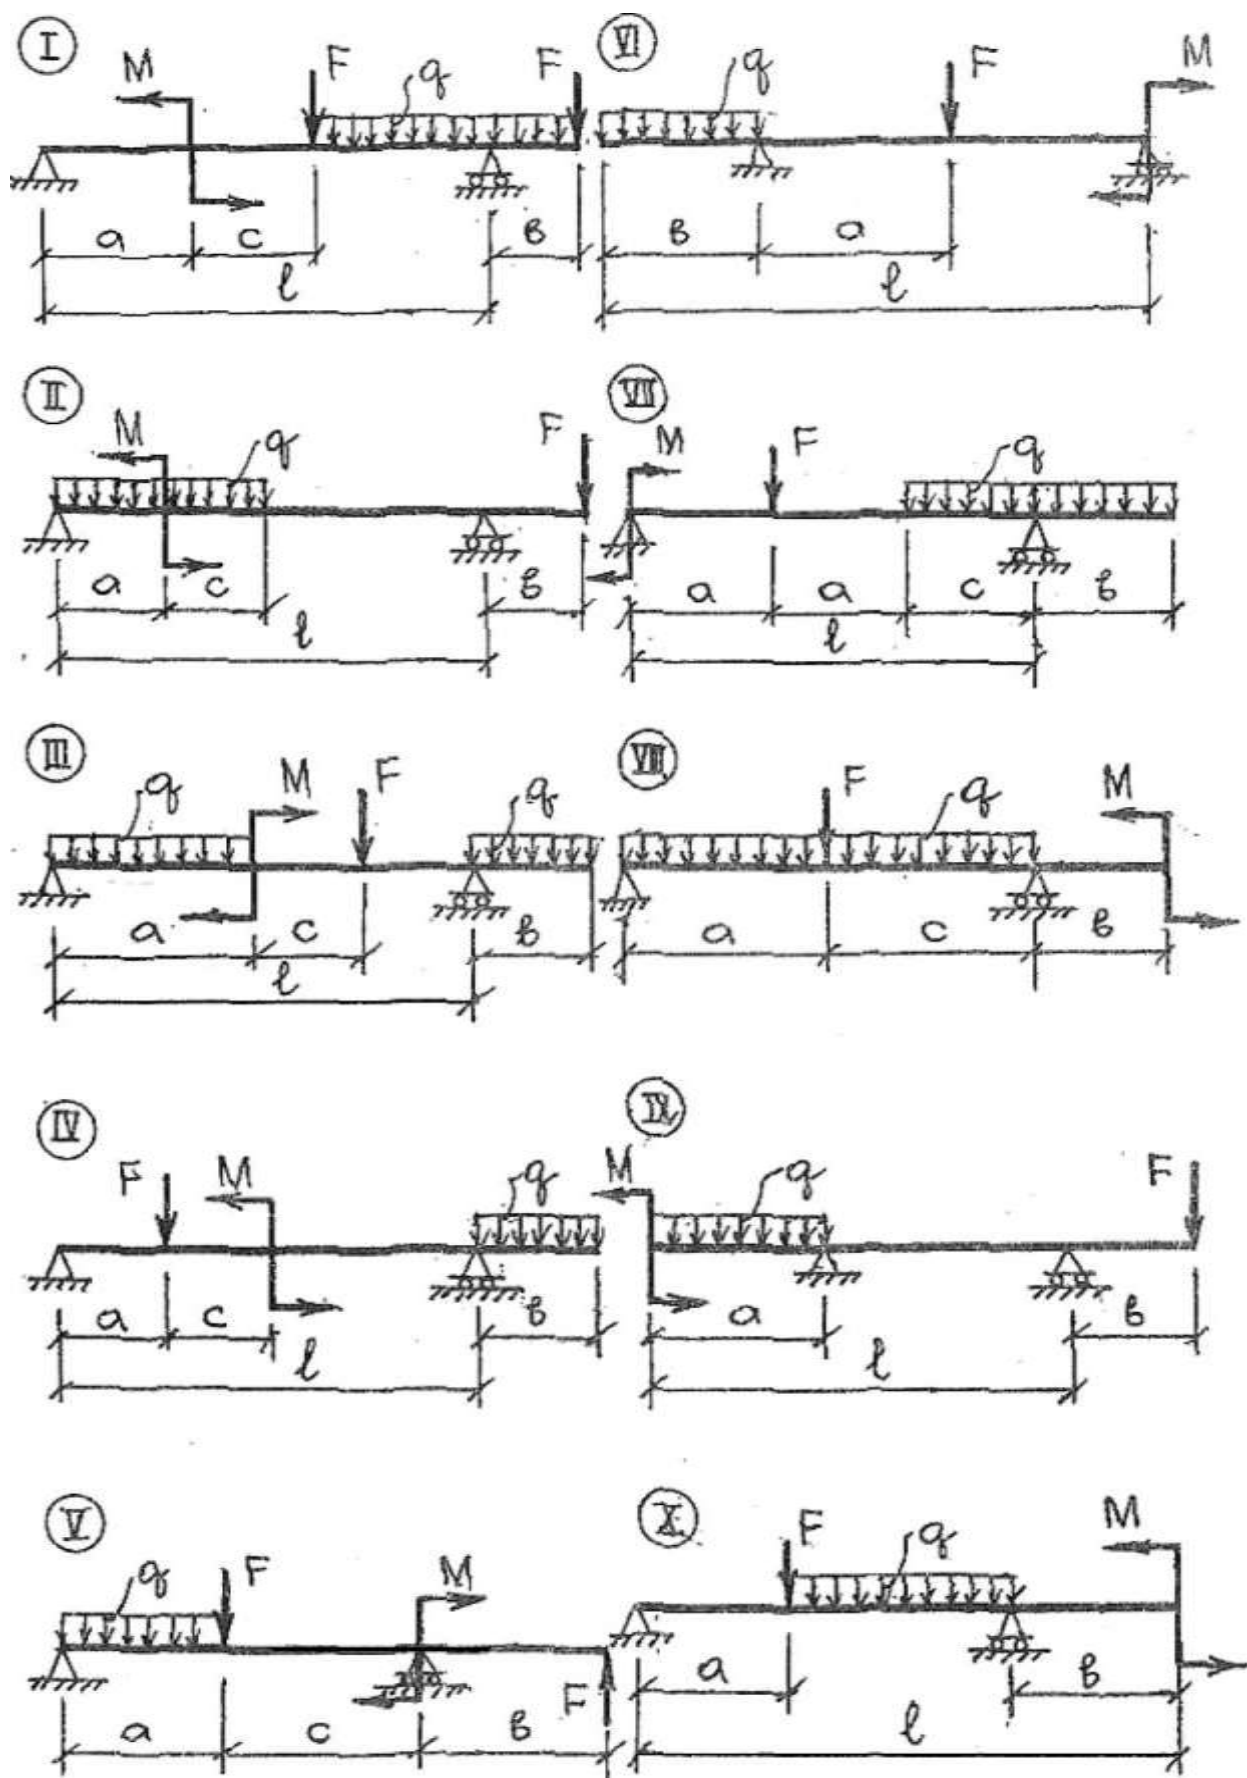

Рисунок 1 – Вихідні варіанти схем балок до завдання 1
1. Згідно з шифром вибрати схему балки на рис. 1 та вихідні дані до неї з табл. 1.